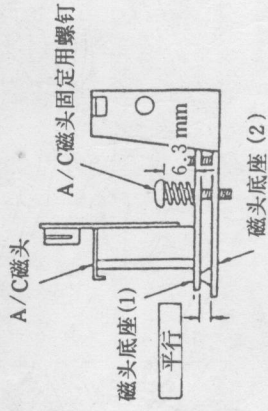

图23
②将基准板上,并将带盘高度夹具放在其上面;
③插入空白磁带运行;
④调整A/C磁头固定用螺钉,确认A/C磁头固定用螺钉的弹簧部从磁头底座(1)顶部突出6.3mm,如图23所示;